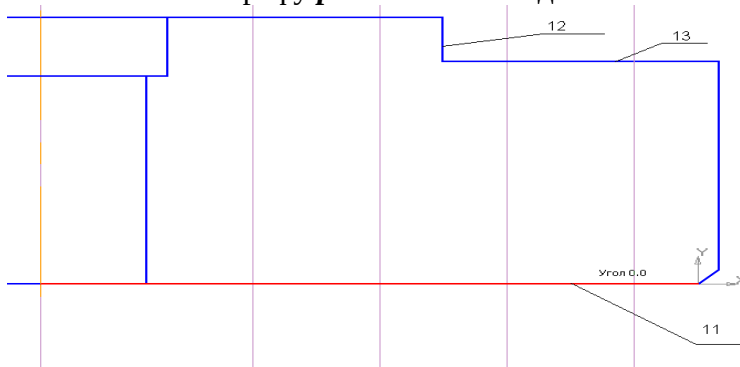

Рис. 22
- б. Эти линии будут пересекаться с основным видом детали. Далее возьмите **параллельную прямую**, укажите отрезок 11 основного вида детали (рис. 22). В графу **расстояние** введите **8**.
- f. **Параллельно** отрезку 13 (смотри рис.22) проведите **вспомогательную прямую** на **расстоянии 1,5**.